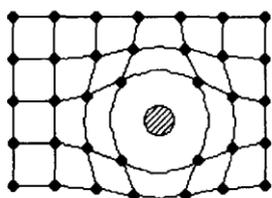

Рис. 11
**36. Какого рода дефект кристаллической структуры представлен на рис. 11 ?**